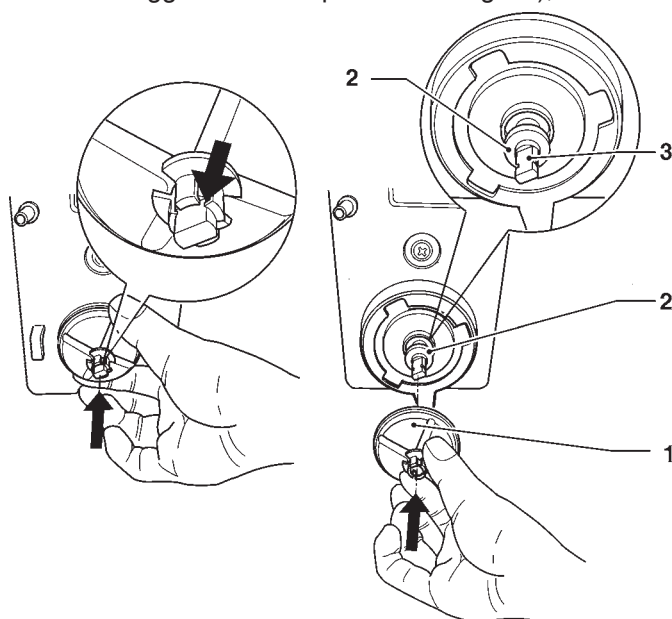

Fig. 32
- per smontare le ventoline è sufficiente bloccare esercitare una leggera trazione per liberarle fig. 32);
- verificare che il labbro di tenuta della guarnizione premistoppa non sia lacerato e non abbia perso di elasticità; per inserirla posizionare la guarnizione appena oltre lo scarico dell'albero. Inserendo a fondo la ventolina, la guarnizione premistoppa assumerà la corretta posizione (vedi fig 32).